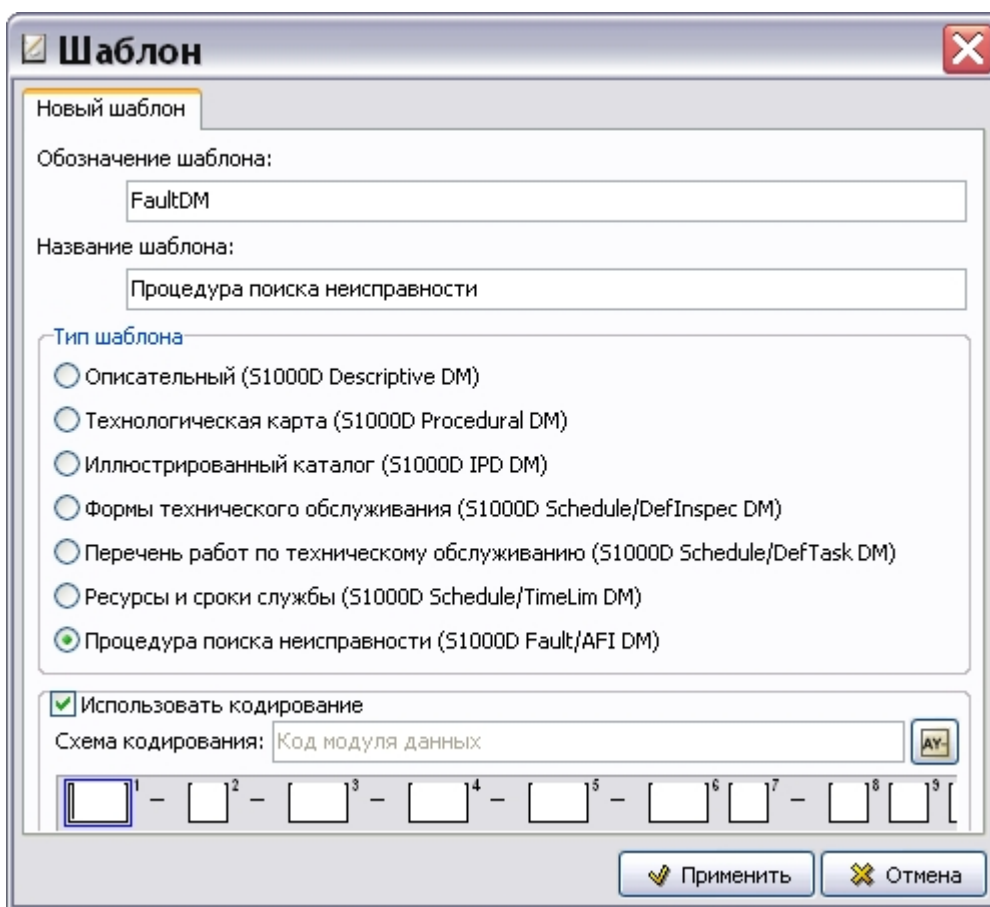

Рис. 3.54
2. В диалоговом окне **Шаблон** введите обозначение шаблона - «FaultDM» и название - «Процедура поиска неисправности» (Рис. 3.54).
3. Укажите тип шаблона «Процедура поиска неисправности (S1000D Fault/AFI DM)» (Рис. 3.54).